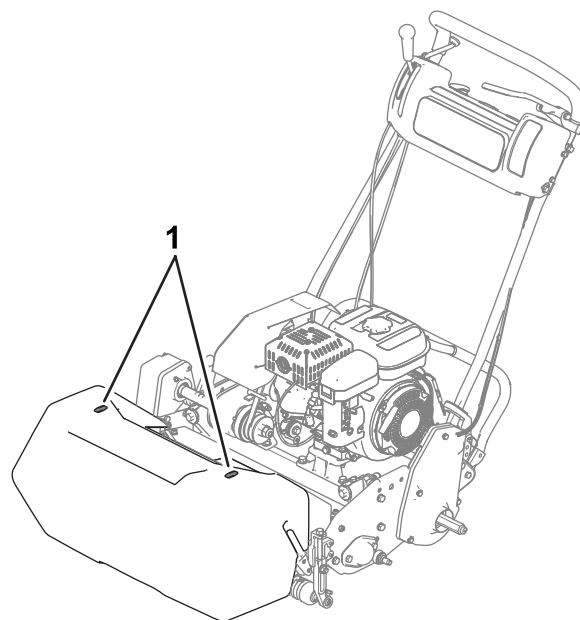

Figura 20
- Para lhe permitir cortar em linha reta ao longo do relvado, e manter máquina à mesma distância da extremidade do corte anterior, use as tiras de alinhamento existentes no cesto (Figura 20).